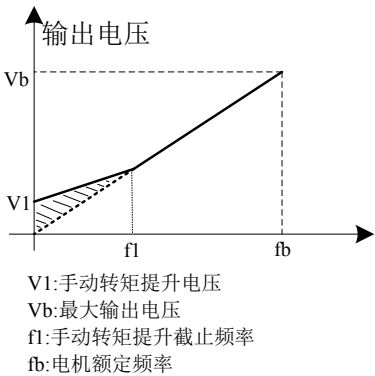

图 6-29 手动转矩提升示意图
**转矩提升转矩截止频率：**在此频率之下，转矩提升转矩有效，超过此设定频率，转矩提升失效，具体见图 6-29 说明。